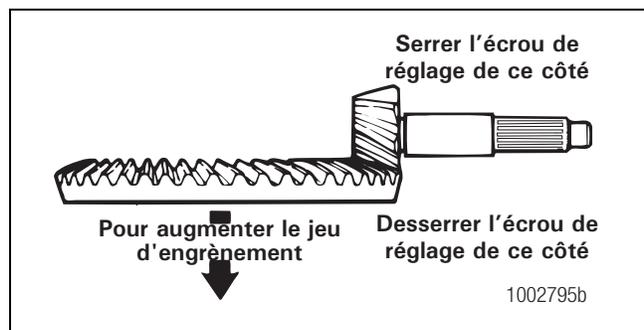

Figure 5.63
- **Pour augmenter le jeu d'engrènement :** éloigner la couronne du pignon d'attaque. Figure 5.63.